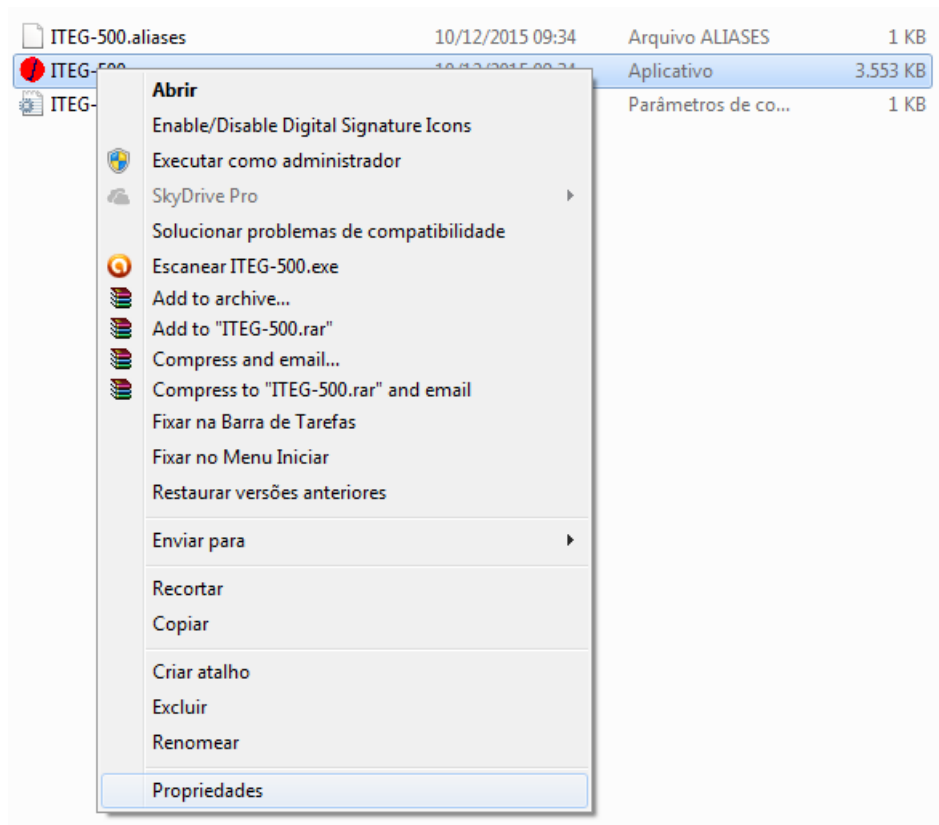

Figura 2: Entrando nas propriedades de ITEG-500
- 1) Navegue até o local escolhido para a instalação do software. Clique com o botão da direita do mouse sobre o ícone "ITEG-500.exe". Veja figura 2.